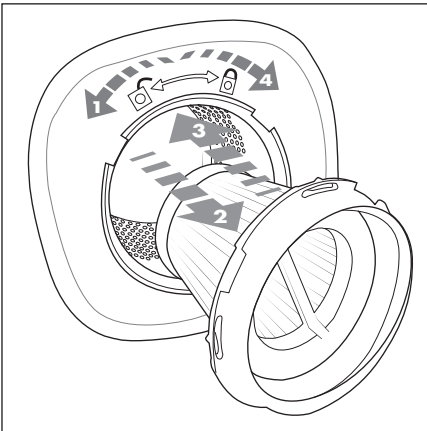

Fig. 5
- 3) Rode o filtro EPA **6** para a esquerda, em direção ao símbolo **☐** (aberto), até este se soltar com um clique, e retire-o do filtro grosso **7** (fig. 5).
- 6) Volte a colocar primeiro o filtro grosso **7** e depois o filtro EPA **6**. Ao colocar o filtro EPA **6**, certifique-se de que os três entalhes do filtro EPA **6** coincidem com as três patilhas de retenção do filtro grosso **7**. Rode o filtro EPA **6** para a direita, em direção ao símbolo **☐** (fechado), até este encaixar com um clique (fig. 5).